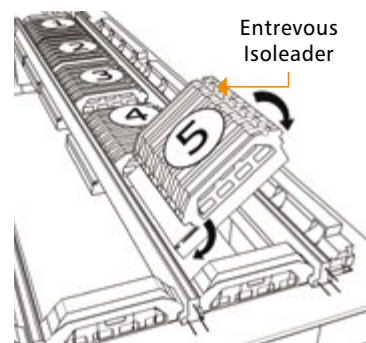

Figure 6
- Poser l'entrevous Isoleader ou Isoleader SPX en appui continu sur les 2 poutrelles situées de part et d'autre de l'entrevous (Figure 6)